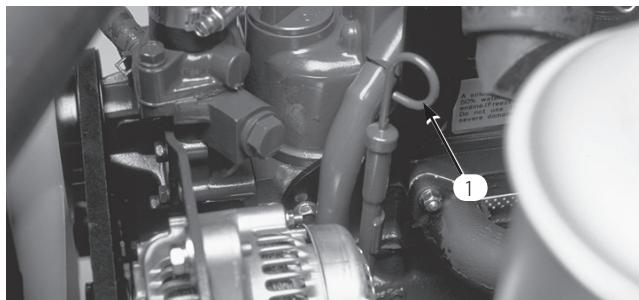

図 25
2. ディップスティックを抜き、ウェスで一度きれいに拭く(図25)。ディップスティックを、首の根元までもう一度しっかりと差し込む。ディップスティックをもう一度抜きとって、オイルの量を点検する。油量が足りなければディップスティックの FULLマークまで補給する。